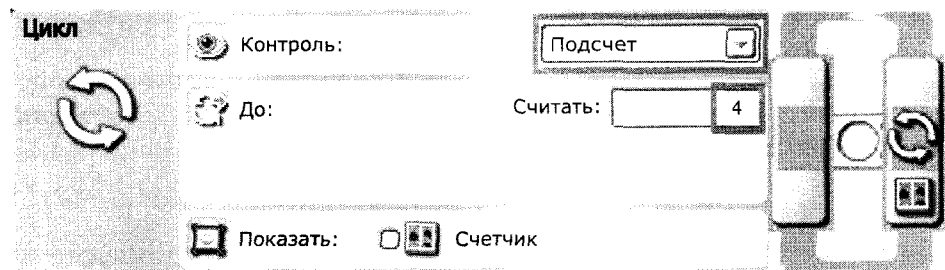

Рис. 68. Настройки блока **Цикл**
3. Выставьте в настройках блока (рис. 68) условие выхода из цикла — **Подсчет** — и количество — 4 (так как столько сторон у квадрата).